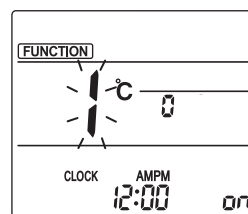

Fig. 1
- ① Modus für manuelle Luftklappeneinstellung aufrufen Drücken Sie die Taste [MENU]. (Nehmen Sie diesen Schritt vor, wenn das Fernbedienungsdisplay gestoppt ist.) „FUNCTION“ leuchtet und „1“ blinkt. (Fig. 1) Drücken Sie die Taste [↑] zum Auswählen von „2“ und drücken Sie dann die Taste [SET].